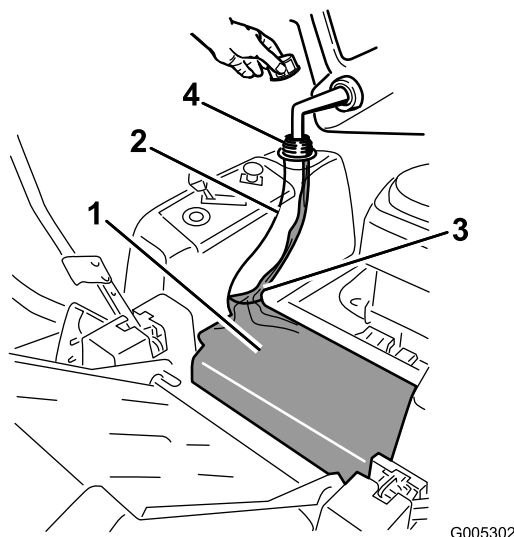

Figura 9
3. Añada gasolina normal sin plomo al depósito de combustible hasta que el cuerpo del depósito está lleno, pero sin que el combustible llene el cuello del depósito (Figura 9). Este espacio vacío en el cuello del depósito permite la dilatación de la gasolina. No llene completamente el depósito de combustible.